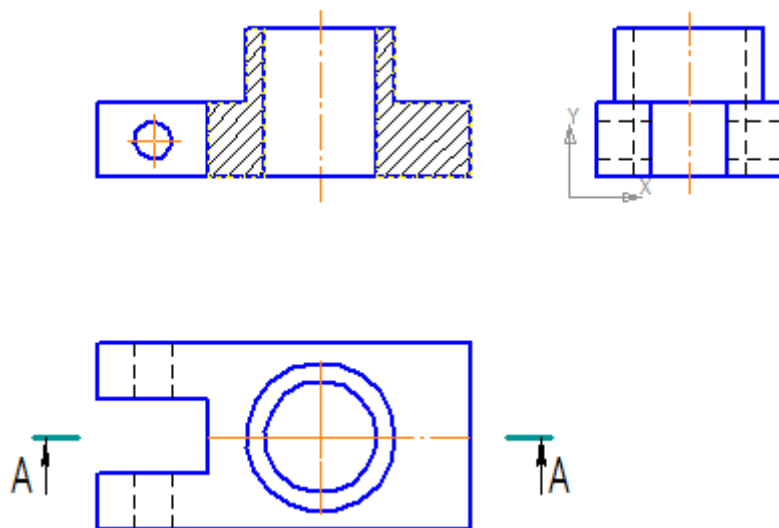

Рис. 16
- укажите точку внутри области, которую нужно заштриховать. Система автоматически определит ближайшие возможные границы, внутри которых указана точка, и построит фантомное изображение штриховки (рис. 16);